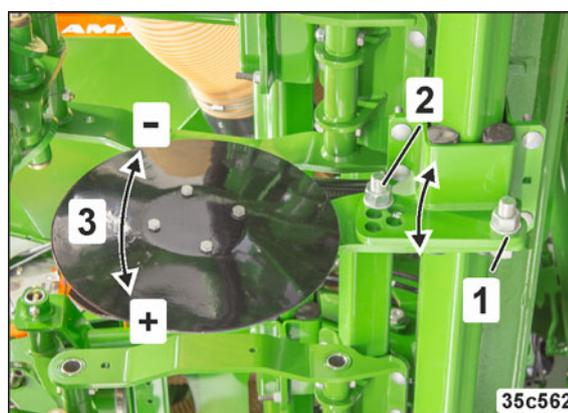

Fig. 202
1. Die Befestigungsmutter (Fig. 202/1) lösen.
2. Die Einstellschraube (Fig. 202/2) lösen und entfernen.
3. Das Düngerschar in die gewünschte Position schwenken (Fig. 202/3)
4. Die Einstellschraube (Fig. 202/2) einsetzen und anziehen.
5. Die Befestigungsmutter (Fig. 202/1) anziehen.